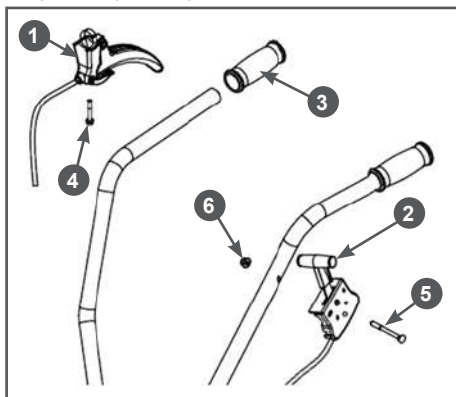

Рис. 8. Установка рычагов сцепления и газа
7. Установите на рабочие рукоятки рычаг 1 сцепления и рычаг газа 2 (Рис. 8). Для установки рычага 1 сцепления выполните следующее: снимите с правой рабочей рукоятки резиновую ручку 3, наденьте рычаг на рукоятку, закрутите до упора винт 4, установите обратно на рукоятку резиновую ручку 3 (Рис. 8). Для установки рычага 2 газа выполните следующее: совместите
отверстия в левой рабочей рукоятке и корпусе рычага 2 газа, вставьте в отверстие болт 5 и закрутите гайку 6 до упора (Рис. 8).